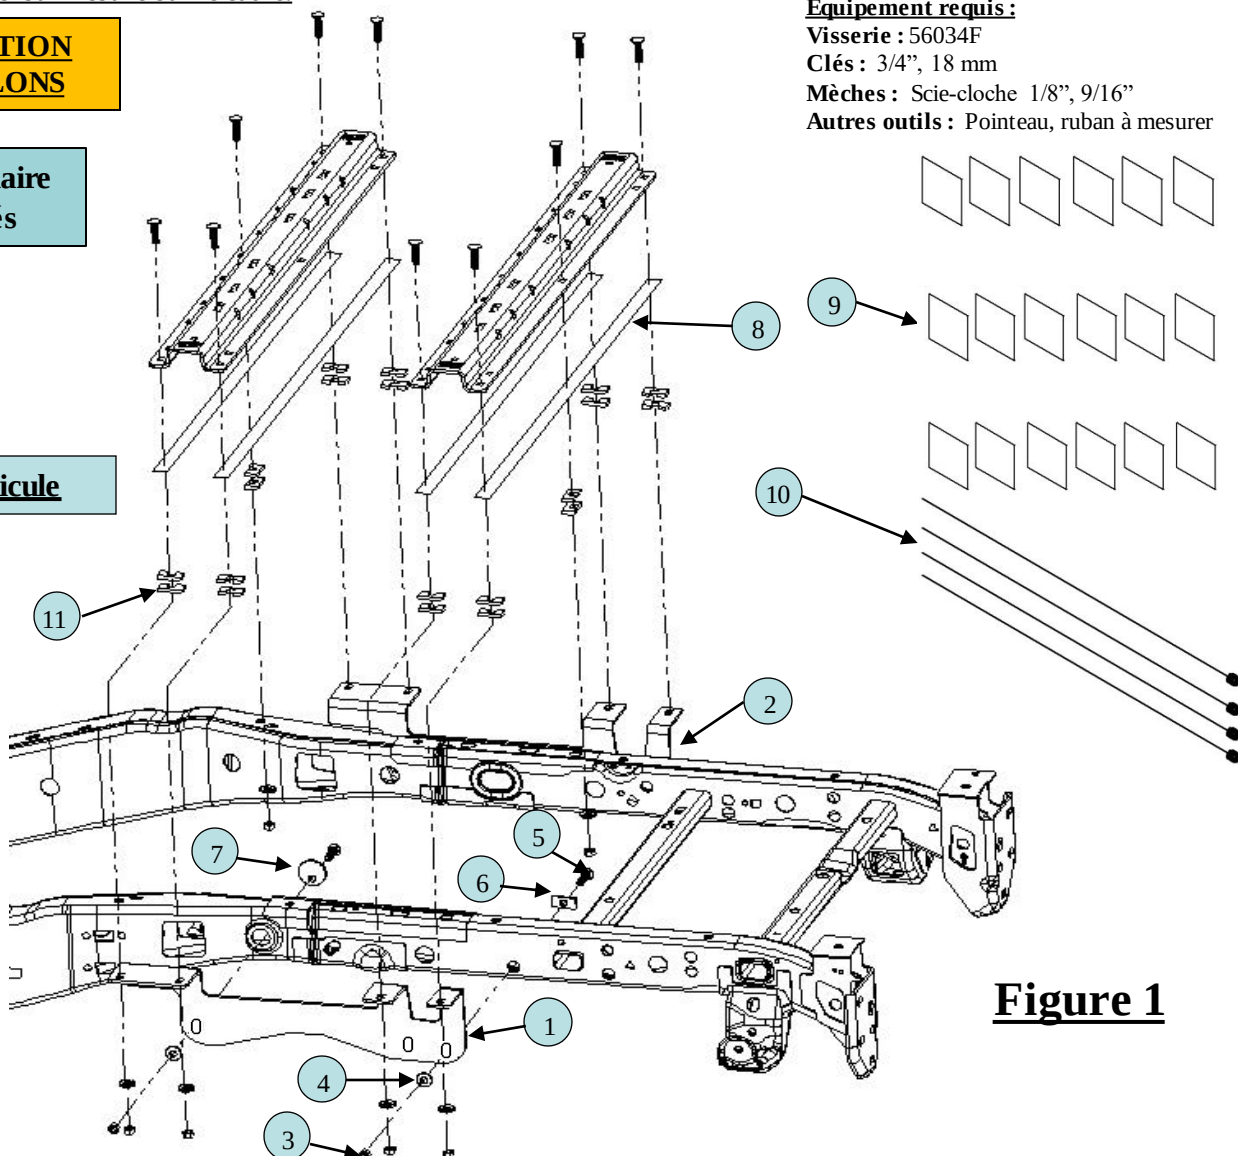

Figure 1
2. Placer les bandes d'isolation galvanique (8) sur la surface inférieure de la traverse pour protéger la plateforme en aluminium de la camionnette comme illustré à la Figure 1.
5. Poser lâchement les supports de cadre (1) et (2) à l'aide de la visserie appropriée puis serrer à la main. (Voir Figure 1)
- En commençant par le trou de montage arrière, insérer la spirale du fil de tirage (10) dans le trou de montage de 1 po de diamètre sur le côté du cadre de la camionnette puis la sortir par le trou d'accès de 1 1/2 po sur l'intérieur du cadre.
- POUR '21+ : En commençant par le trou de montage moyen, insérez la bobine du fil de traction (10) à travers le trou de 1-1/2 po de diamètre à l'extérieur du cadre et à travers le trou de diamètre de 5/8 po à l'extérieur du cadre. **(Voir Figure 1)**
- Enfiler le bloc (6) sur l'extrémité spiralée du fil de tirage et poser le boulon de carrosserie 1/2 x 1.75 po (5).
- Poser une rondelle conique 1/2 po (4) et un écrou 1/2 po (3) puis serrer à la main.
- Pour le trou de montage avant, insérer l'extrémité spiralée du fil de tirage (10) dans le trou de montage 1 1/2 po sur le côté du cadre de camionnette, puis la faire sortir par le gros trou d'accès ovale sur l'intérieur du cadre.
- Enfiler le bloc circulaire (7) sur l'extrémité spiralée du guide de boulon et poser le boulon de carrosserie 1/2 x 1.75 po (5).
Nota : Il est important que l'orifice carré du bloc circulaire (7) repose dans le bas du trou de montage sur le cadre comme illustré à la Figure 1. Le bloc circulaire (7) doit reposer à l'intérieur de la bosselure du cadre de camionnette.
- Avec l'autre extrémité du fil de tirage (10), acheminer la visserie à travers la face arrière du support de cadre (1) et (2), puis tirer délicatement sur l'extrémité du fil de tirage (10) de façon que la visserie se déplace dans le cadre jusqu'à sa position sur le support de cadre.
6. Vérifier que les trous 1/8 po percés à l'étape 4 s'alignent sur les fentes du support de cadre (1) et (2).